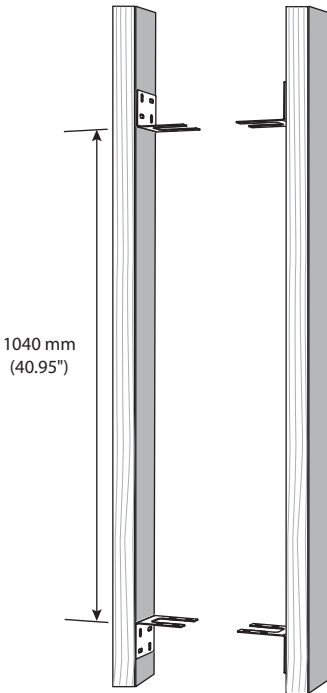

Fig. 1 Installare le staffe sui montanti a parete
3. Installare le quattro staffe sui montanti a muro e assicurarsi che la distanza tra le staffe superiore e inferiore sia come mostrato in Fig. 1.